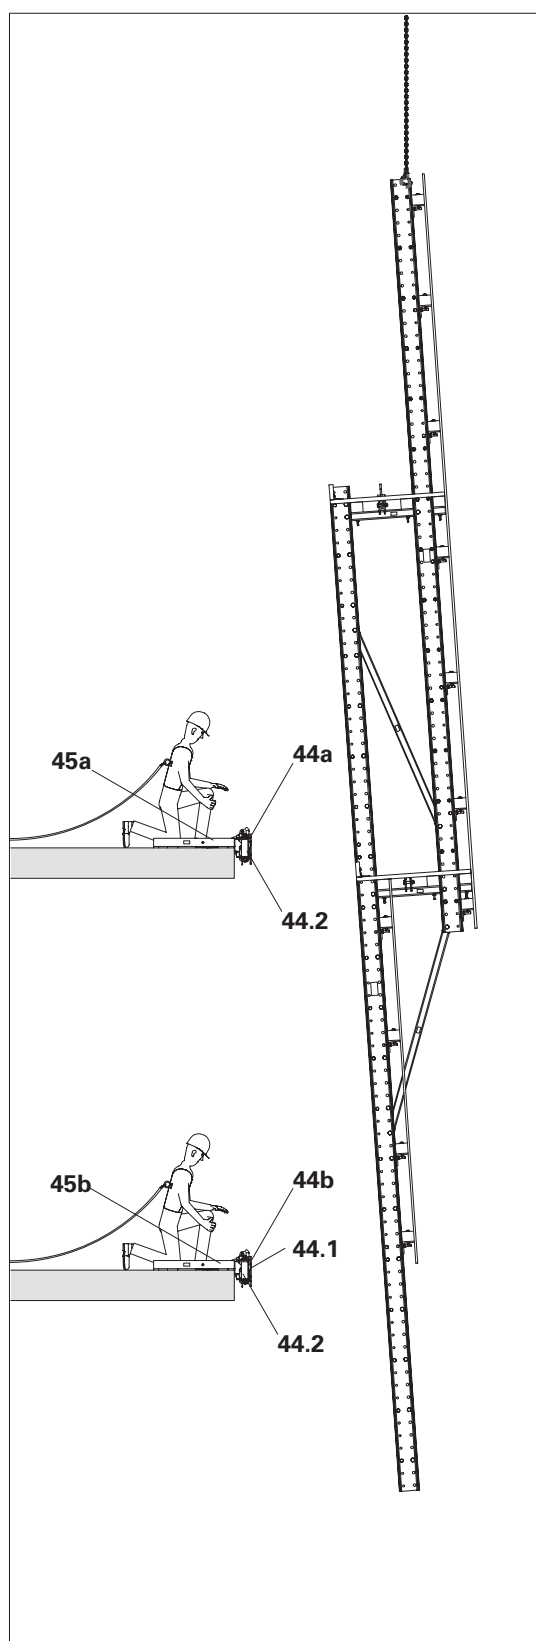

Fig. C4.03
5. Attivare il nottolino di ripresa del dispositivo di sospensione RCS del sistema di ripresa superiore. Vedere "Attivazione e disattivazione del nottolino di ripresa" a pagina 122 (Fig. C4.03).